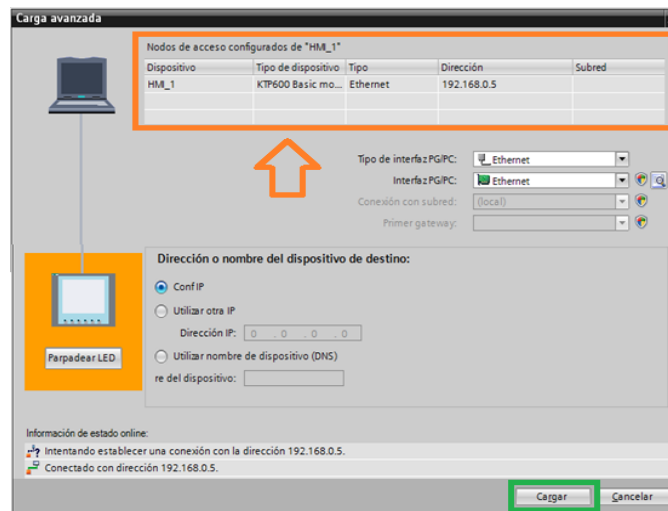

Figura 149: Ventana carga avanzada del proyecto.
15. A continuación sobre escribir como se indica en el cuadro naranja y cargar como se indica en el cuadro verde Figura 149.